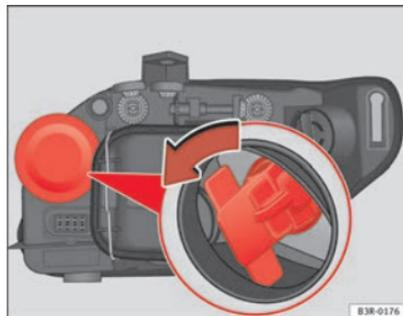

Fig. 205 Ampoule du clignotant
- Retirez le support d'ampoules en le saisissant par la base et en tournant dans le sens des aiguilles d'une montre ⇒ fig. 205.